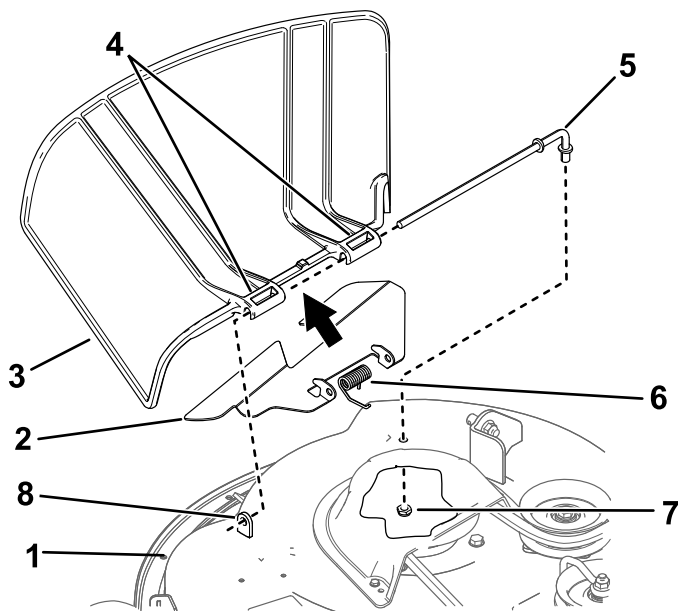

Figure 76
1. Retirez l'écrou ($\frac{3}{8}$ " de la tige, sous le plateau de coupe (Figure 76).
2. Sortez la tige de la courte cheville de positionnement, du ressort et du pivot du déflecteur d'herbe (Figure 76).
4. Montez le nouveau déflecteur d'herbe (Figure 76).
7. Insérez la tige dans le second pivot du déflecteur d'herbe (Figure 76).
9. Fixez l'extrémité arrière de la tige dans le plateau de coupe à l'aide d'un écrou ($\frac{3}{8}$ "), comme montré à la Figure 76.